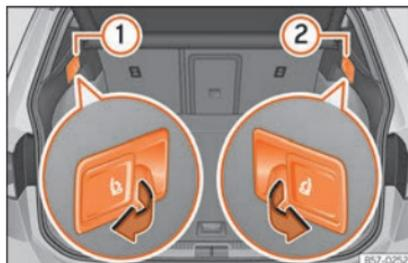

Fig. 124 Na bagageira: alavancas para desbloqueio à distância* das partes esquerda (1) e direita (2) do encosto traseiro.
- Puxe o manípulo de desbloqueio »» Fig. 124 da parte do encosto que deseja rebater.